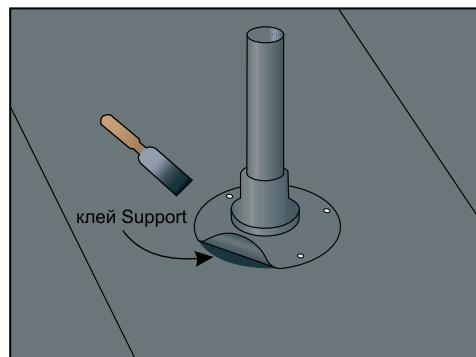

Рис. 25
- Втулка с соединительным фланцем насаживается на трубу, крепится к подкладочному ковру и прибивается 4-5 гвоздями к настилу, что предотвращает ее соскальзывание вниз (рис.25);